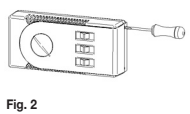

Fig. 2
**C.** Sganciare il pannello frontale dalla base utilizzando un cacciavite a taglio e agendo con movimento rotatorio come indicato in Fig. 2.
**C.** Remove the frontal panel from the base, by making a rotation with a screwdriver as indicated in Fig. 2.
**C.** Décoller le panneau frontal de la base en utilisant un tournevis en appliquant un mouvement comme indiqué rotatif Fig. 2.
**C.** Entfernung der Abdeckplatte durch eine Drehung mit dem Schraubenzieher, wie in Fig. 2 dargestellt.